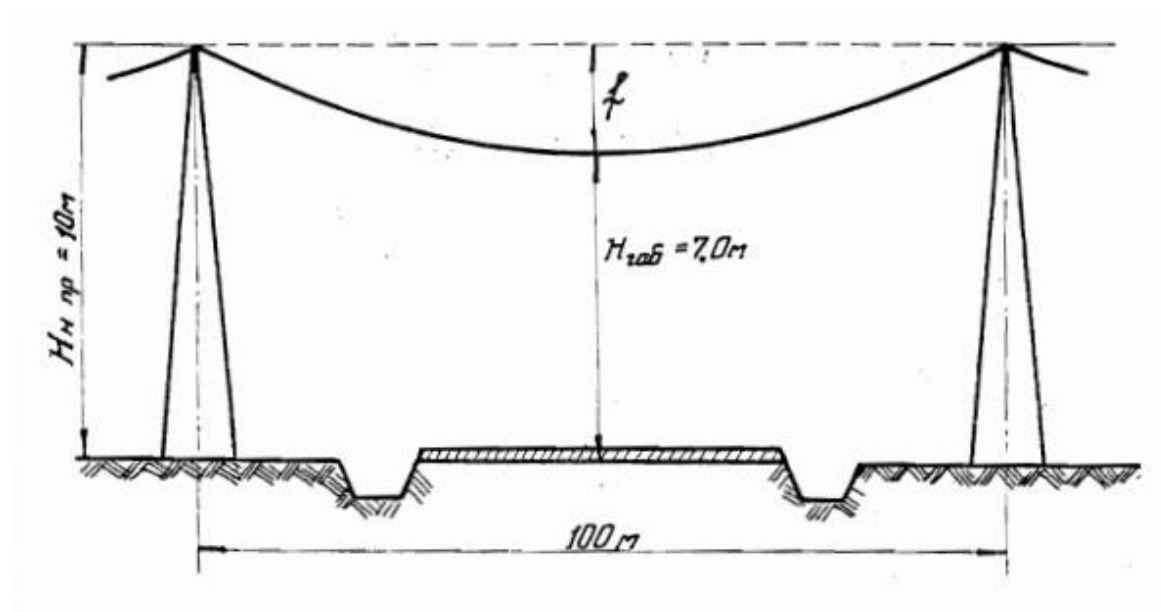

Рисунок 7 – Схема пересечения ВЛ и автодороги.
35. Пересечение ВЛ-10 кВ с автодорогой I категории выполнено по схеме (рис.7). Определить каким проводом должно быть выполнено пересечение, чтобы при заданной высоте опор анкерного типа обеспечить требуемый ПУЭ габарит пересечения $H=7,0$ м.